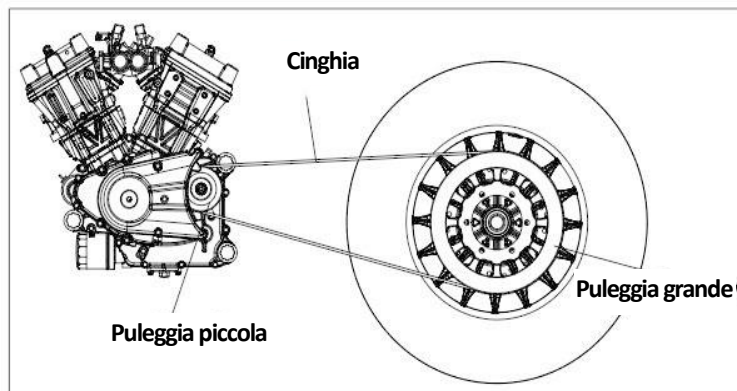

Figura 21 Trasmissione a cinghia
**[Controllo] (Figura 21)**
Modello catena: 428-132 [Controllare] (Figura 21)